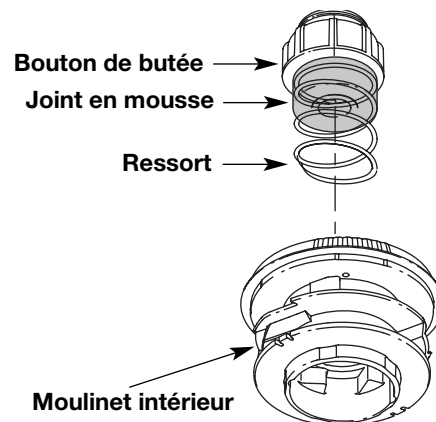

Fig. 21
1. Retirez le bouton de butée, le ressort et le joint en mousse en tournant le bouton de butée à gauche (Fig. 21).
- Tirez le bouton de butée, le ressort et le joint en mousse (Fig. 21).
- Placez le bouton de butée, le ressort et le joint en mousse dans la bobine extérieure (Fig. 21).